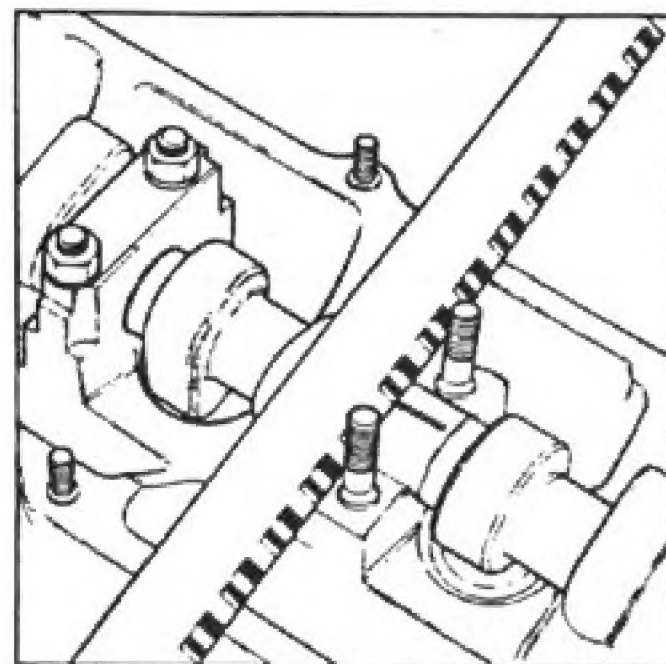

Fig.67 - Folga Radial
- . Remover as capas dos mancais e medir a folga, utilizando a escala da embalagem do "Plastigage" (fig.67).